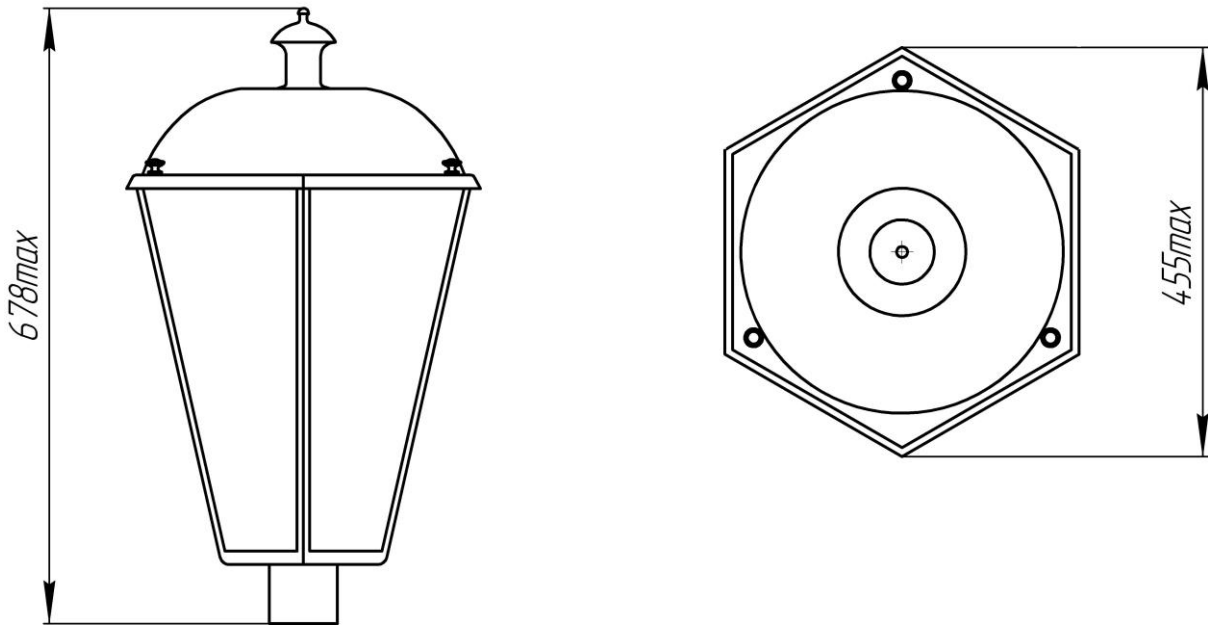

Рисунок 1
1.4.1. Светильник состоит (см. Рисунок 1) из металлического корпуса, который является несущим элементом светильника, защитного призматического стекла, светодиодных полупроводниковых модулей, источника питания и контактного устройства.